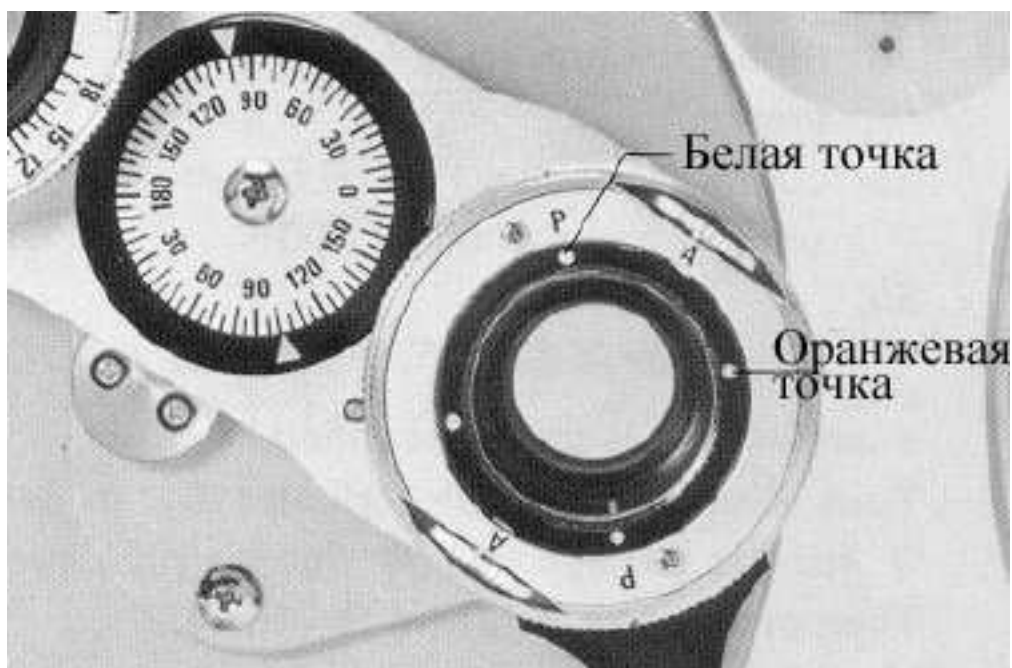

Рис.35
G) Переверните линзу снова для сравнения. Рис.35 виден лучше. Пока белая точка расположена на Р, С должно быть уменьшено на 0.25 дптр. Если оранжевая точка на Р, С должно быть увеличено на 0.25 дптр. Поэтому, всего может быть добавлено 0.50 дптр.